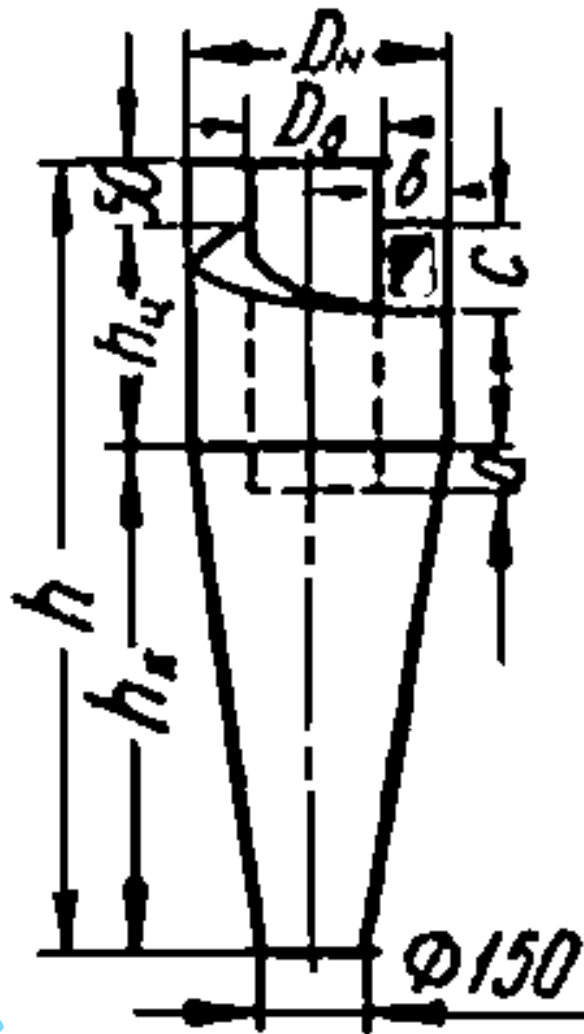

Рис. 1.
3.2. Циклон (див. рис. 1, табл.1) складається з циліндричної частини, вхідного патрубку, конуса і вихлопної труби. Для очищення конуса передбачено лючок. Циліндр з конусом з'єднуються зварюванням. Для установки циклона на раму передбачено монтажні вуха.